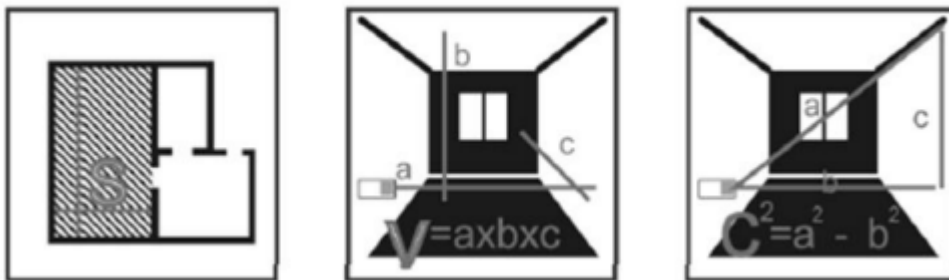

Рис. 4
Нажмите на кнопку «Функции» (3), чтобы изменить функции измерения (рис. 4 и 5); выберите соответствующую функцию и начните измерение.